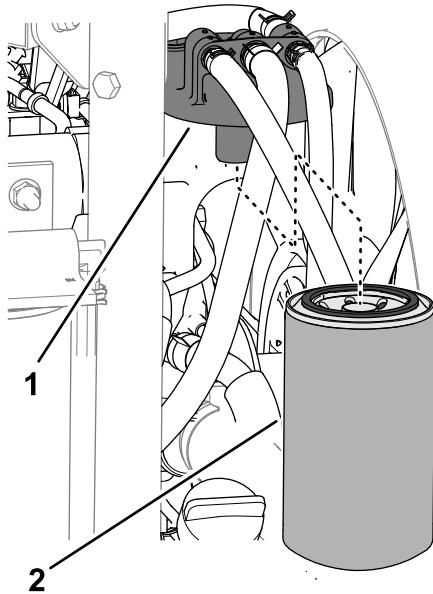

Figure 117
2. Nettoyez la surface autour de la tête du filtre à carburant (Figure 117).
3. Déposez le filtre et nettoyez la surface de montage de la tête du filtre (Figure 117).